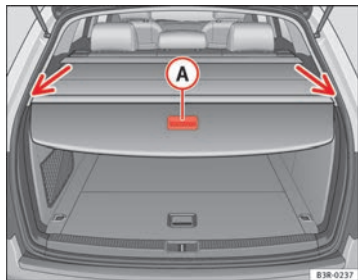

Fig. 120 Portón trasero abierto con bandeja extendida
- Tirando del asa **A** ⇒ fig. 120, extienda de un modo uniforme la cubierta enrollada en dirección a la parte trasera del vehículo.
- Introduzca los extremos de la barra transversal en los dispositivos de enganche que hay a izquierda y derecha ⇒ fig. 120 -flecha-, en el revestimiento lateral.